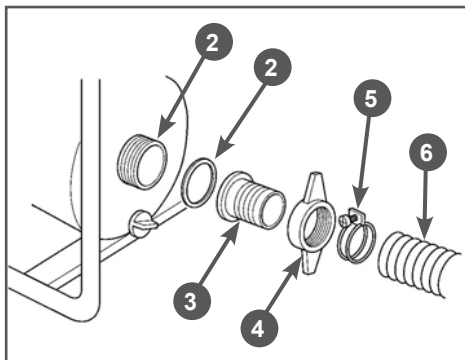

Рис. 10 Установка всасывающего рукава
3. Установите патрубок 3 через уплотнительное кольцо 2 к всасывающему фланцу 1 насоса и плотно затяните гайку 4 патрубка (Рис. 10).
4. Наденьте до упора всасывающий рукав 6 на патрубок 3 и затяните его хомутом 5 (Рис. 10).